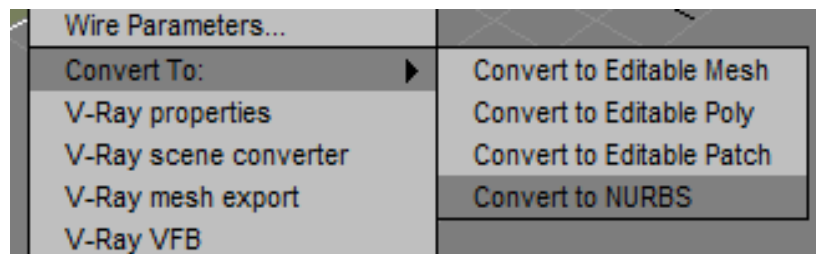

Рисунок 2.179 - Преобразование в *NURBS*-поверхность
2. Преобразовать в *NURBS*-поверхность созданный другим способом объект. Для этого надо щелкнуть правой кнопкой мыши по объекту и выбрать в появившемся меню *Convert To:->Convert to NURBS* (Рисунок 2.179).